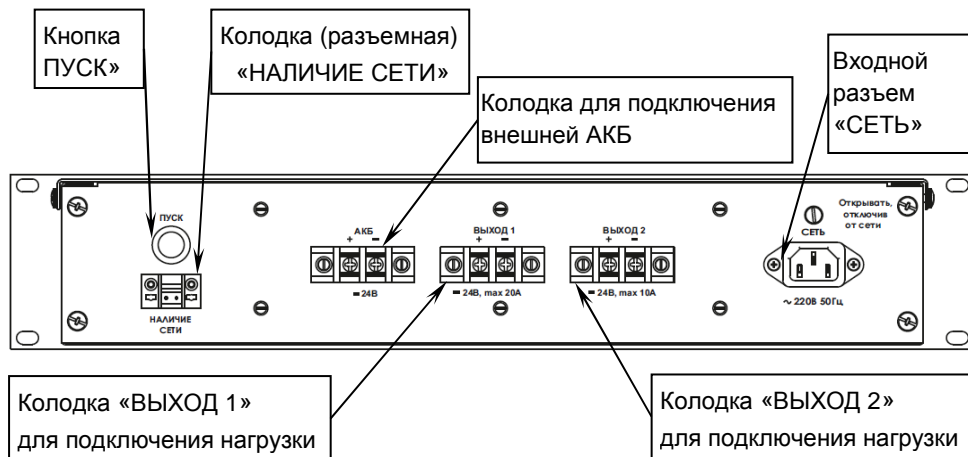

Рисунок 2 – задняя панель изделия
На задней панели изделия расположены (см. рисунок 2):
**Включение изделия после замены АКБ при отсутствии напряжения питающей сети осуществляется кнопкой «ПУСК» (см. рисунок 2).**
**Выполнить подключение изделия при отключенном сетевом напряжении в следующей последовательности (см. рисунок 2):**